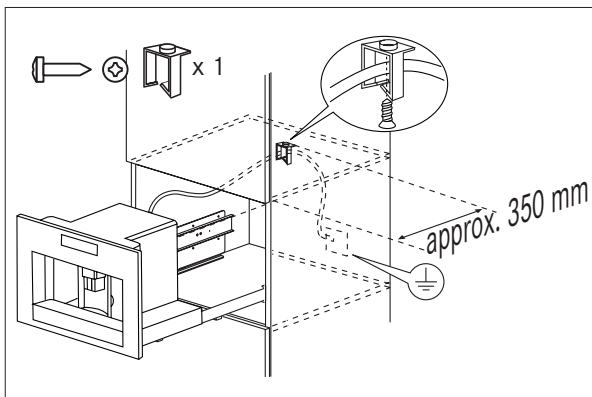

Abb. 6
- Befestigen Sie das Netzkabel mit dem Clip (Abb. 6). Das Netzkabel muss ausreichend lang sein, damit das Gerät zum Füllen des Kaffeebohnenbehälters aus dem Schrank gezogen werden kann.